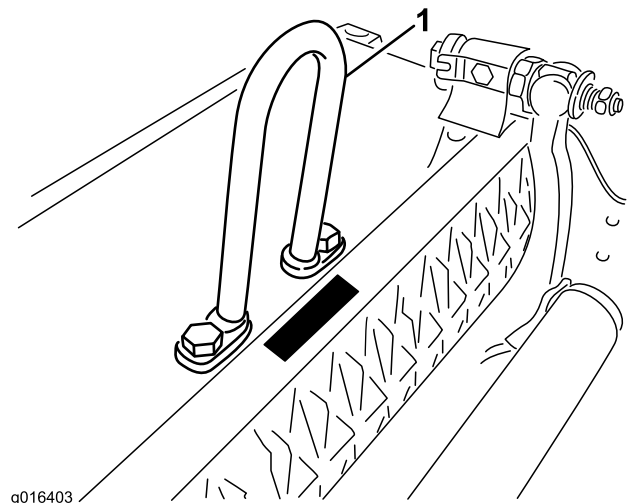

Figura 3
Instale o elo do aro na parte superior da unidade de tracção com (2) parafusos. Aperte os parafusos a um binário de 34-41 Nm (Figura 3).